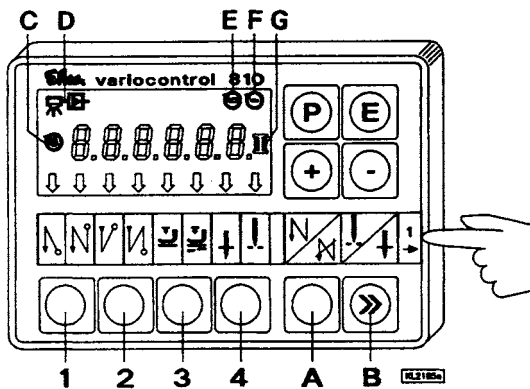

Abb. 16
8.1.3 Mit Bedienfeld Efka V 810/V 820 (Abb. 16, 17)
8.2.1 Mit Anwendung vom Efka Stopmotor - Bedienfeld V 810 (Abb. 16)
8.2.1.1 Einstellung mittels Drucktasten mit fest angegebener Funktion (Abb. 16)
8.2.1.2 Einstellung mittels Parameter (Abb. 16)